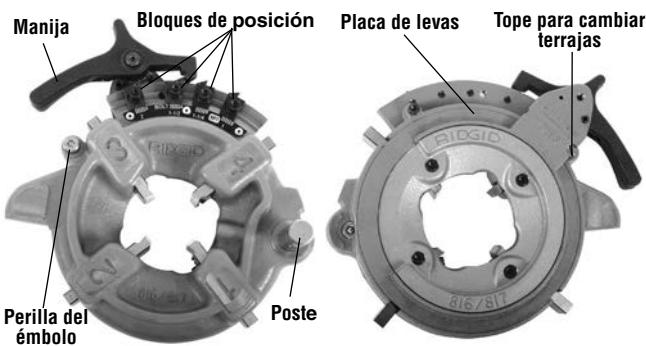

Figura 13 – Cabezal de terrajas semiautomático
2. Presione la manija para que la placa de levas descansen sobre el tope para cambiar terrajas (Figura 13). El conjunto de placa de levas y manija es a resorte y se desplaza cuando se presiona la manija.